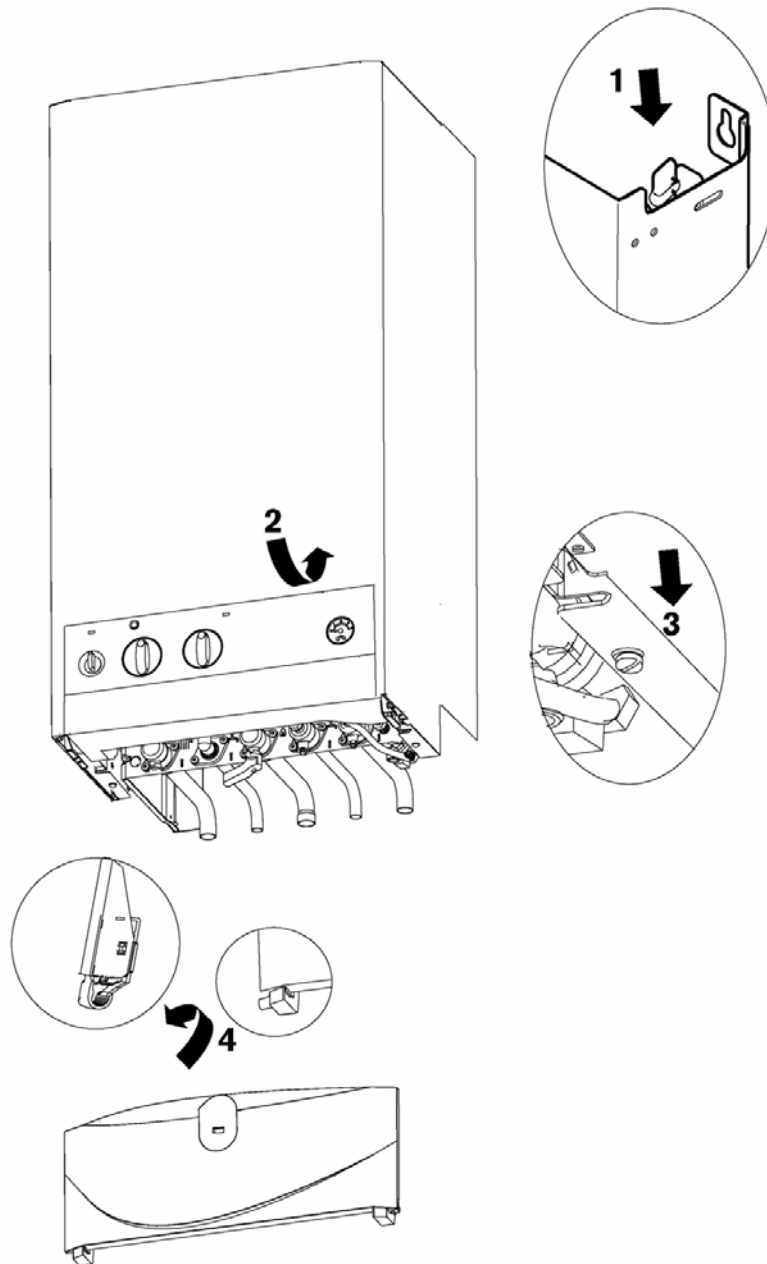

Fig. 14
3.4.5 Fig. 14 Montage der Verkleidung